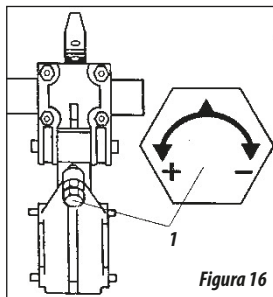

Figura 16
06 - Observe o parafuso item 1 figura 16 girando o mesmo 90° (1/4 de volta) para a direita (sentido horário) diminuirá 5 kgs na carga do desarme;
07 - Girando para a esquerda (sentido anti-horário) aumentará a carga em 5 kgs conforme figura 16.